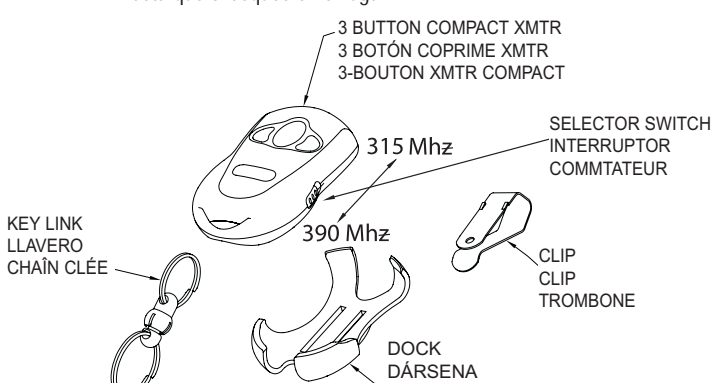

Fig. 2
Paso 5-1 Reemplazo de batería **Fig. 2**